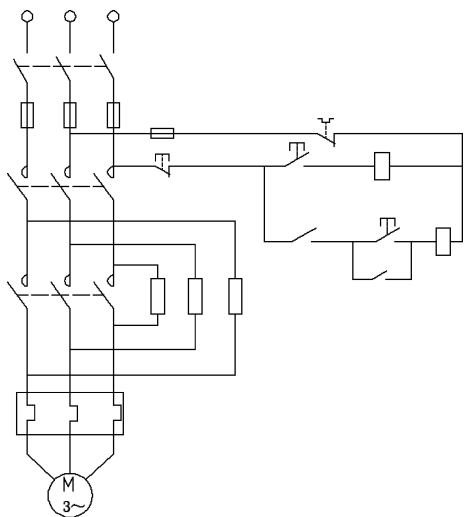

图 6-123 整个图形
(29) 继续选择要修改的图块进行编辑，编辑完成后，可以看到图块对应图线已经变成了虚线，如图 6-122 所示。整个图形如图 6-123 所示。